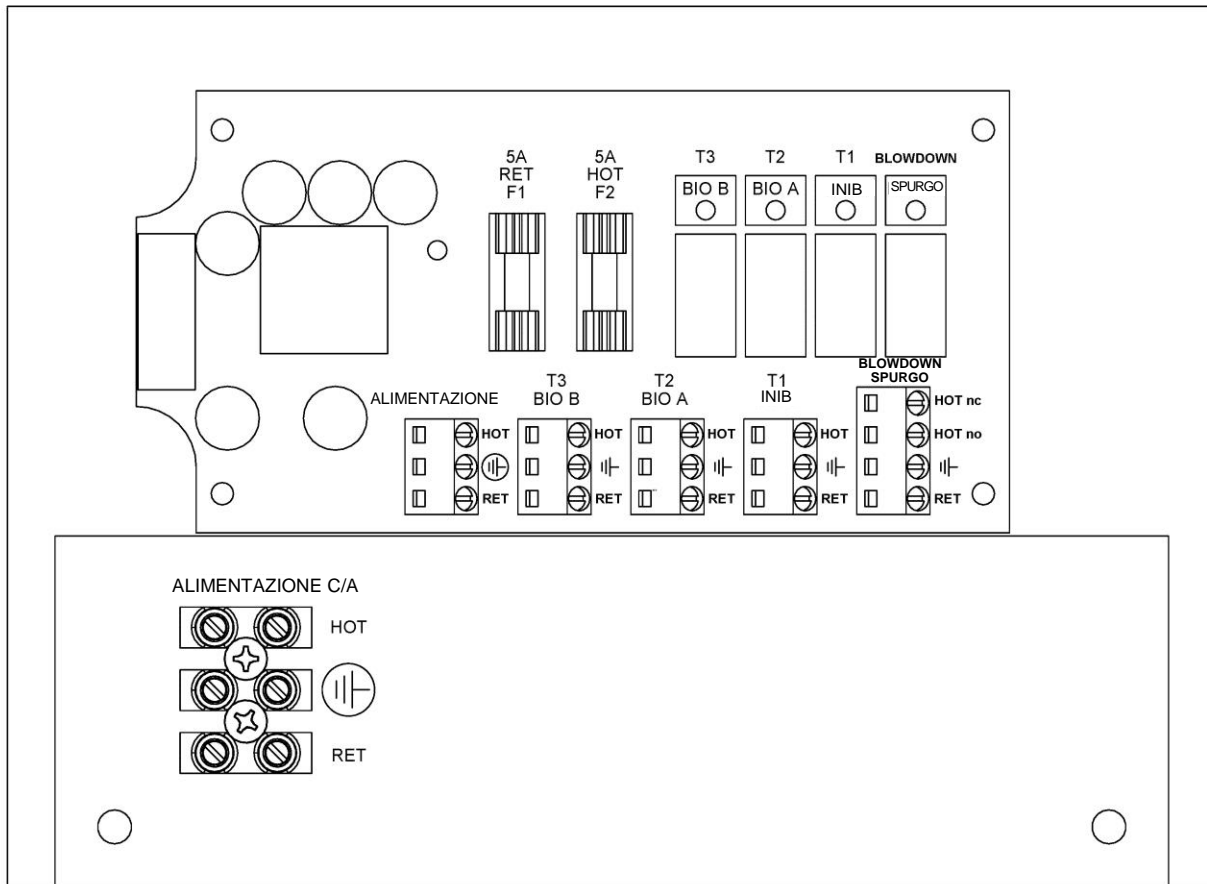

Fig. 6
La circuiteria elettronica di ingresso *MicroVision* è protetta da fusibile sia sugli ingressi hot che su quelli neutri servendosi di un fusibile sostituibile da 5 Amp (*Fig .6*).
I controller delle canaline hanno delle aperture per consentire la stesura del cablaggio. (Vedere Fig. 6) per i collegamenti di alimentazione in ingresso e in uscita. Servirsi unicamente di cavo-treccia da 18 AWG (1,2 mm²) per i collegamenti di corrente e di carico nelle canaline. L'alimentazione CA (ingresso) è collegata tramite il blocco terminali ubicato sul pannello posteriore e contrassegnato con "A/C Power" (Fig. 6). La parte superiore di questo blocco terminali è rimovibile, per consentire un facile accesso alle tre (3) viti del connettore.